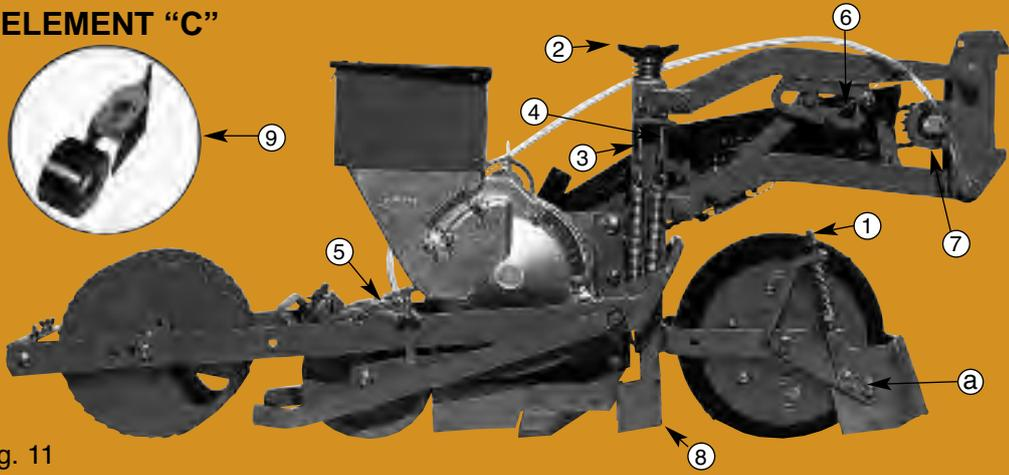

Fig. 11
In der Grundversion umfaßt dieses Element einen Klutenräumer vorne, eine vordere Druckrolle 300 x 100, eine engen Schar, eine schmale Zwischenandruckrolle (aus rostfreiem Stahl), einem Satz Zustrreicher und eine hintere Stahlendruckrolle 210 x 100. Dieses Element ist für die Mehrheit der Kulturen mit engen Reihenabstände geeignet. Für das Säen in Bändern, wird das Schar und die Zwischenandruckrolle durch breite Versionen (9) (Fig. 11) ersetzt (65 mm (2 2/3") Bandbreite) oder 100 mm.
Element Version C (Fig. 11) für Reihenabstände von 20 cm (8") und mehr
Die Einstellungen auf diesem Element, sind jenen der A Version ähnlich. Es ist möglich, Bänder von 65 oder 100 mm Breite mit diesem Element zu säen, durch Ersetzen des doppelten Sächar und der schmalen Zwischenandruckrollen, durch ein 65 mm oder 100 mm breites Schar und eine entsprechende Zwischenandruckrolle (9) (Fig. 11).
For planting in bands, the shoe and the intermediate press wheel are replaced by a wide shoe and wide intermediate press wheel (9) (fig. 11) for planting the seeds in a band of 65 mm (2 2/3") or 100 mm.
- Rear cage press wheel with or without rubber tyre (fig. 11 - 18)
PLANTER UNIT C VERSION (fig. 11) for row spacing of 20 cm (8") and more
The adjustments on this metering unit are similar to those on the A Version. It is possible to sow on bands of 65 or 100 mm wide with this unit by replacing the double tipped shoe and the narrow press wheels by a wide 65 or 100 mm shoe and a corresponding wide press wheel (9) (fig. 11).
Este sistema de siembra conviene en la mayoría de los casos en siembras de líneas estrechas. Para sembrar en bandas, la reja y la ruleta intermedia de origen, se reemplazan por una reja esparcidora y una ruleta ancha (9) (fig. 11) que permiten repartir los granos en una banda de 65 mm ó 100 mm.
- Rueda trasera de resilla con o sin banda auto-limpiante (fig. 11 - 18).
CUERPO SEMBRADOR Versión C (fig. 11) entrefilas de 14 cm ó más